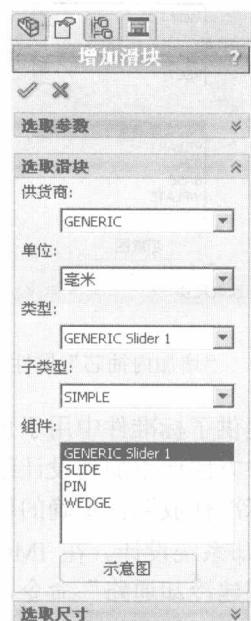

图 1-10 “增加滑块”属性管理器
(5) 滑块设计系统。在 IMOLD 工具栏中单击 (滑块设计) 按钮，弹出下拉菜单。单击“加外抽芯机构”→“通用”命令或单击“加外抽芯机构”→“标准”命令，都能弹出如图 1-10 所示的“增加滑块”属性管理器。